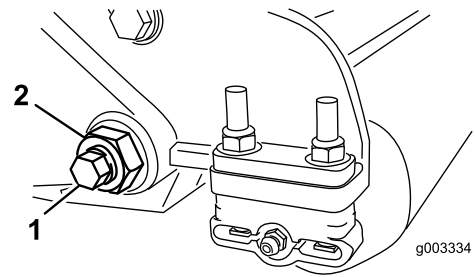

图32
3. 在机器的另一侧松开固定底刀架螺栓 图32 的锁紧螺母。
4. 拆下两个底刀架螺栓向下拉动底刀架并从机器螺栓 图32 上拆下来。